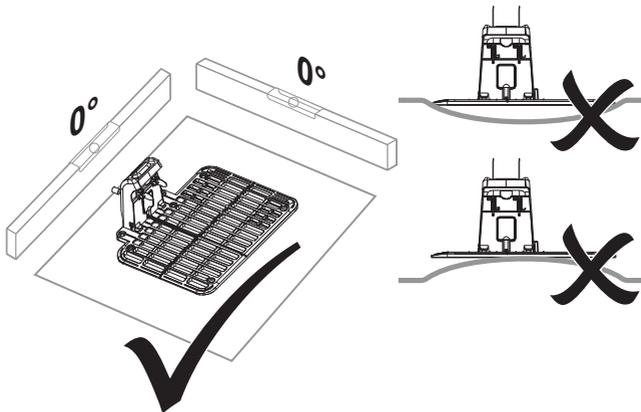

Fig. 3
- > Placez la station de base (18) sur un support plat et plan (Fig. 3). L'espace libre (150 cm) autour de la station de charge doit également être plan.